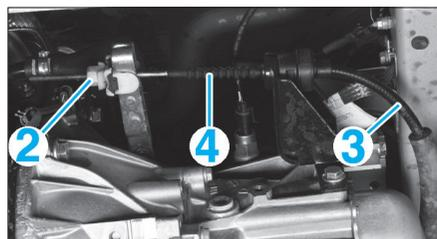

FIG. 4
- Depuis le compartiment moteur, dévisser l'écrou de fixation (2) et désolidariser le câble (3) du levier de commande de la butée d'embrayage (4) (Fig.4).
- Agir sur l'écrou de réglage si nécessaire (Fig.4).